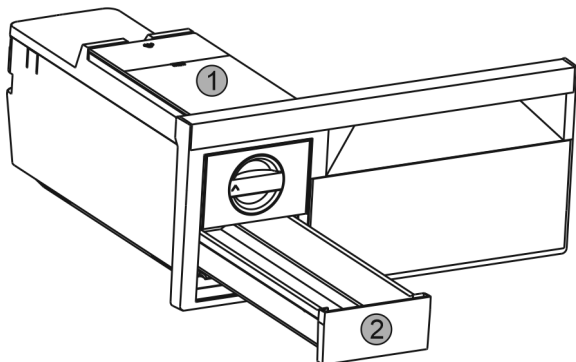

Fig. 38
- ▶ Vyměňte nádržku na vodu Fig. 38 (1) a zásuvku na kostky ledu Fig. 38 (2).